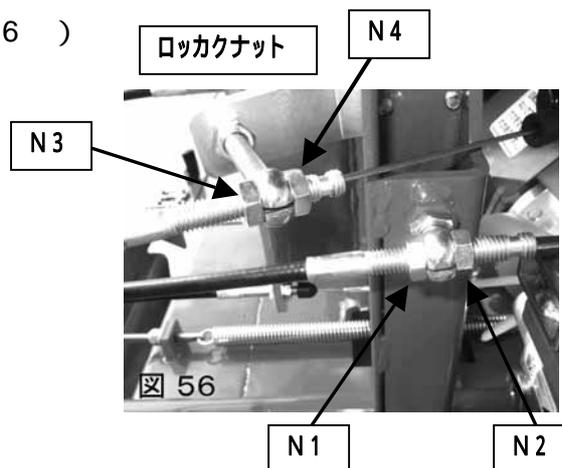

図 54
- 2) 本機を牽引状態とし、スタンドを立て、ローラ部を地面より浮かしてください。（図54）